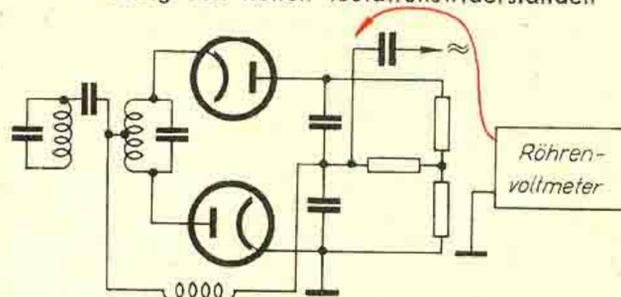
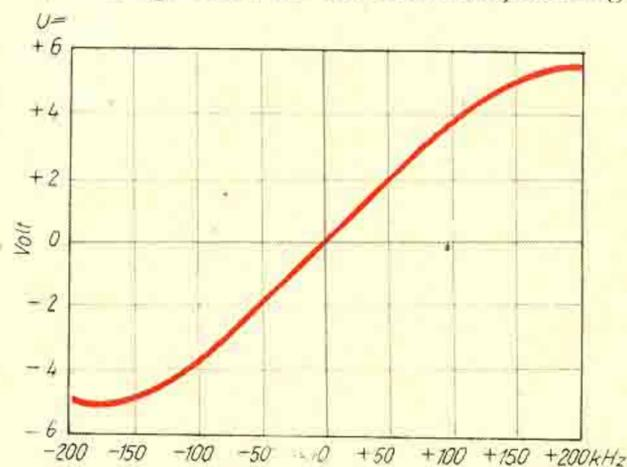

Abb. 48. Kennlinienaufnahme eines FM-Detektors
Abb. 49. Kennlinie eines FM-Detektors
h) Kennlinienaufnahme von FM-Detektoren. Bei FM-Empfängern soll der Detektor Frequenzschwankungen nach beiden Seiten möglichst symmetrisch in Spannungsschwankungen umsetzen. Die gleichgerichtete Spannung wechselt das Vorzeichen, je nachdem ob der Frequenzhub positiv oder negativ verläuft. Bei der Trägerfrequenz selbst muß Gleichspannung am FM-Detektor gleich Null sein. Das Röhrenvoltmeter wird nach Abb. 48 angeschlossen, die Frequenz des UKW-Meßsenders schrittweise geändert, die Gleichspannung gemessen und als Kurve aufgetragen. Bei richtig arbeitenden FM-Detektoren muß die Kennlinie nach Abb. 49 verlaufen. Beim Nulldurchgang wird der Stromartschalter umgepolt.